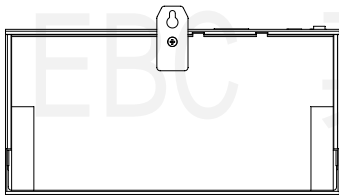

图 4.2 安装固定片状态示意图
- 1) 将消毒机固定片上的螺钉取下并竖直向上拉固定片到顶部，重新打上螺钉，如图 4.2；